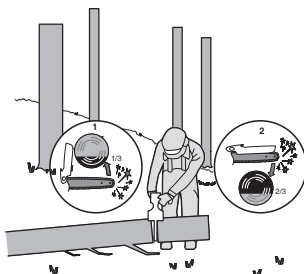

Bild 3
När stocken stöttas i ena änden, så som visas på bild 3, såga in 1/3 diameter från undersidan (kapning från undersidan) (1). Avsluta med att kapa från ovasidan för